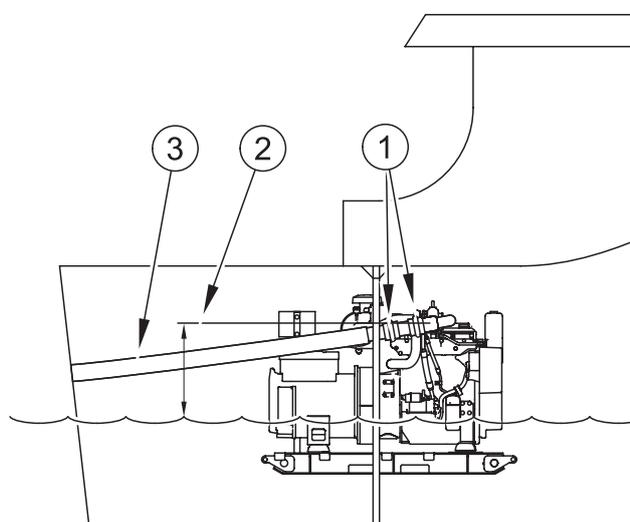

Figura 22
È necessario prestare la dovuta considerazione al fine di garantire flessibilità al tubo flessibile di scarico, in particolare se il motore ha un montaggio elastico. Nel caso in cui il tubo flessibile di scarico debba passare attraverso una paratia immediatamente dietro il motore, è preferibile adottare la disposizione illustrata nella figura 22, utilizzando soffietti in gomma (1) per garantire flessibilità.
**Nota:** al montaggio i soffietti non devono essere in condizioni di sforzo, è necessaria una pendenza minima di  $10^\circ$  (3), e il punto d'iniezione d'acqua deve trovarsi ad almeno 8 pollici al di sopra della linea di galleggiamento (2).